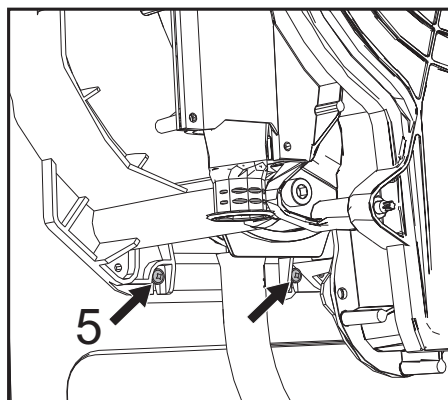

fig. 63
- Afloje los dos tornillos **inferiores "5"** que fijan el intercambiador al bastidor (fig. 63)